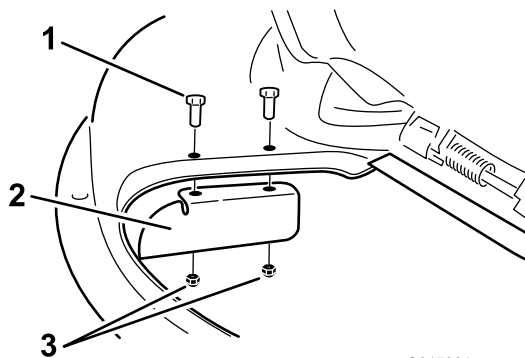

Bild 33
9. Befestigen Sie das Versatzablenkblech am Mähwerk Bild 33. Befestigen Sie das Ablenkblech mit den zwei Sicherungsmuttern (5/16") am Mähwerk.
3. Entfernen Sie das Versatzablenkblech vom Mähwerk (Bild 33).